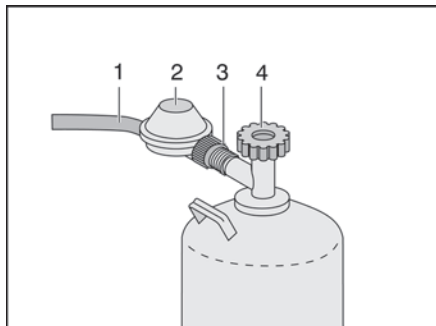

Fig. 60 Raccordo bombola del gas
- ▶ Chiudere la valvola principale di arresto (Fig. 60,4) della bombola del gas. Osservare la direzione della freccia.
- ▶ Tenere fermo il regolatore della pressione del gas (Fig. 60,2) e svitare il dado zigrinato (Fig. 60,3) (filettatura sinistrorsa).
- ▶ Rimuovere il regolatore della pressione del gas con il tubo del gas (Fig. 60,1).
- ▶ Applicare il regolatore della pressione del gas (Fig. 60,2) con il tubo del gas (Fig. 60,1) sulla bombola del gas e serrare a mano il dado zigrinato (Fig. 60,3) (filettatura sinistrorsa).